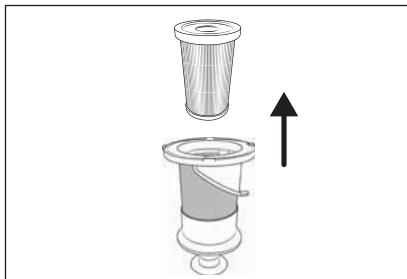

Fig. 24
- Para retirar el filtro EPA 5 del filtro de acero inoxidable 6, agarre el filtro EPA 5 por el orificio y extráigalo del filtro de acero inoxidable 6 (consulte la fig. 24).